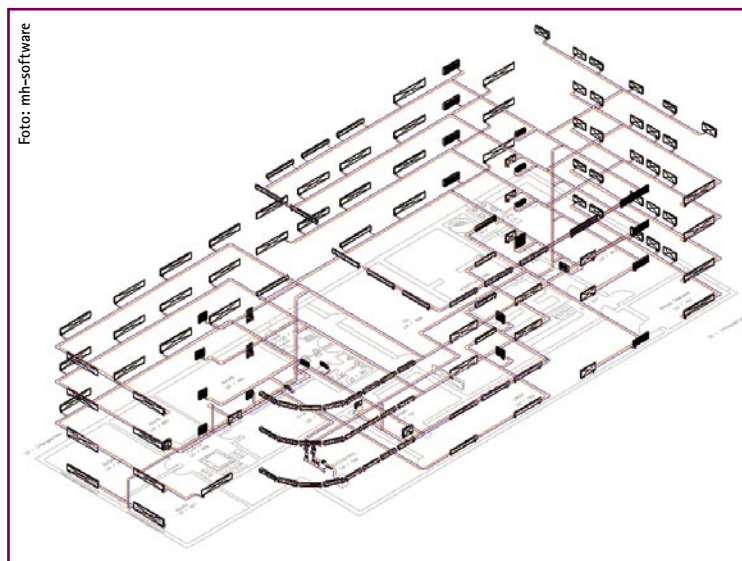

Bild 1
- Isometrische Darstellung des Rohrnetzes (Bild 1)